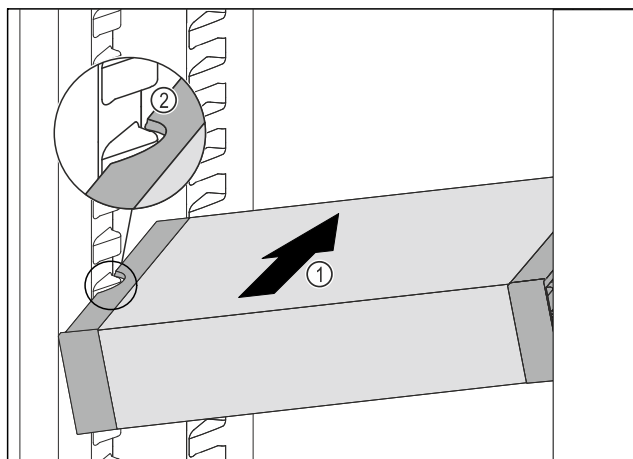

Fig. 123
- ▶ VarioSafe wsunąć ukośnie do chłodziarki Fig. 123 (1), aż boczne wycięcia Fig. 123 (2) VarioSafe będą się znajdować na wysokości żeber pojemnika w chłodziarce.